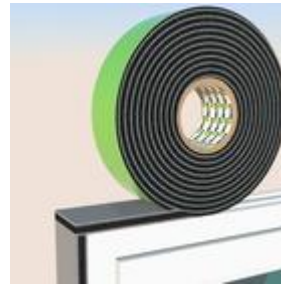

Bild 2 Eckausbildung
- Die Ecken werden stumpf gestoßen (siehe Bild 2). Wir empfehlen eventuelle Fehlstellen an Ecken, Stößen oder Anker mit SP025 Fenster-Folienkleber Öko, SP525 Hochbaufugen Dichtstoff oder SP925 Abdichtungsbeschichtung FLEX abzudichten.
Einbauhinweis Fensterecke: Das Multifunktions-Dichtungsband wird an den Ecken stumpf gestoßen (Bild 2). Fehlstellen in den Ecken, an Stößen und Ankeren können mit illbruck SP025 Fenster-Folienkleber Öko, SP525 oder SP925 nachträglich geschlossen werden. Dabei den Kleber über die gesamte Fugentiefe einbringen.